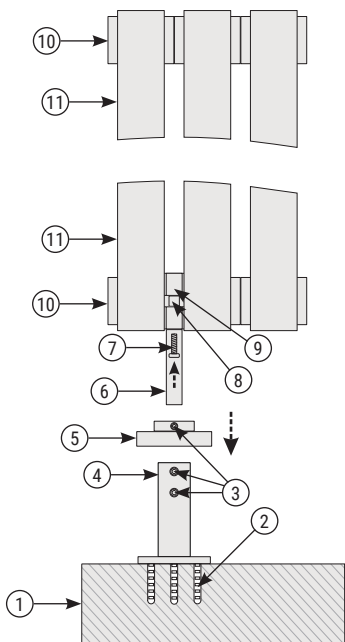

Рис.1
- 3.1. Монтаж изделия производится согласно схемам (рис.1, 2).